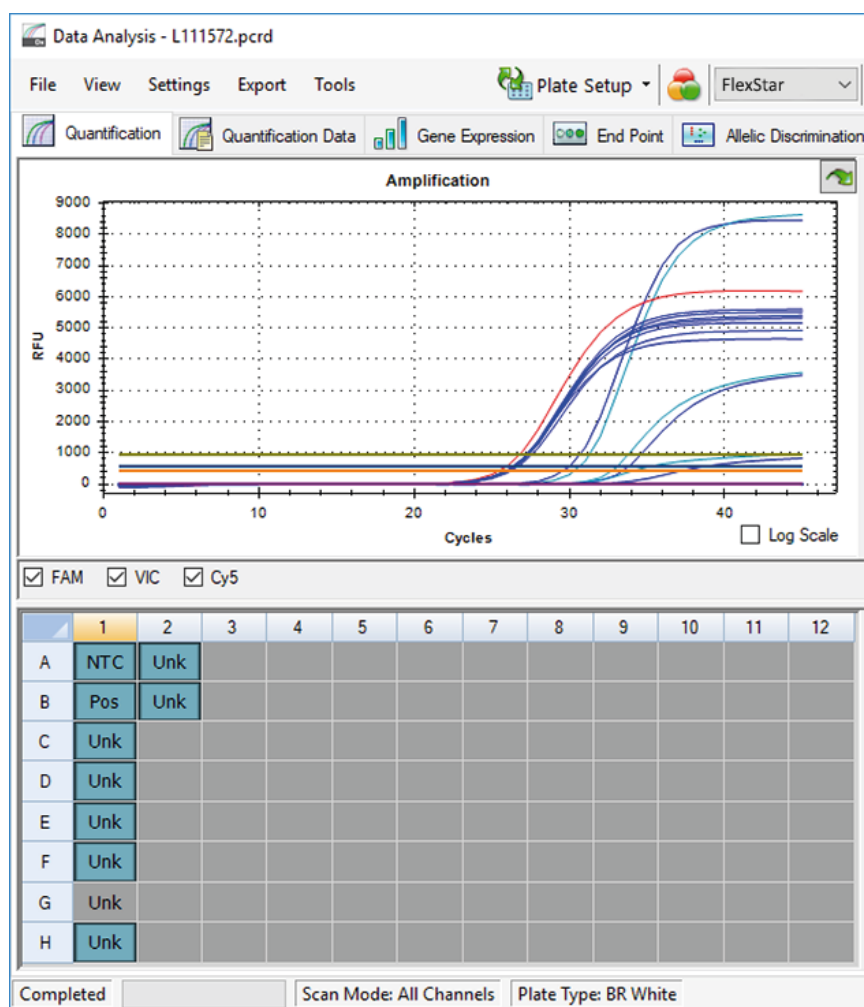

Figura 8: Ejemplo de ventana Data Analysis (análisis de datos): pocillo excluido
4. El pocillo seleccionado se excluye del análisis. No se generarán resultados para este pocillo (consulte la figura 8).